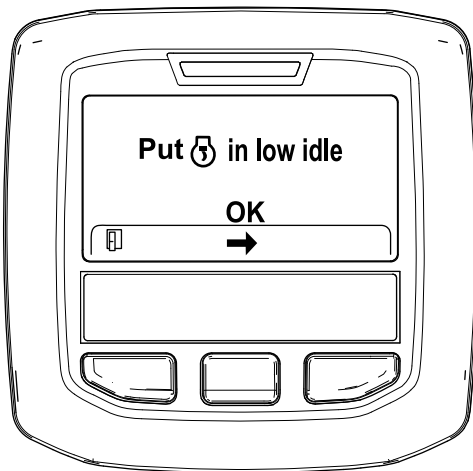

Figura 33
6. Spostate il comando dell'acceleratore in posizione di MINIMA INFERIORE e premete il pulsante centrale (Figura 33).